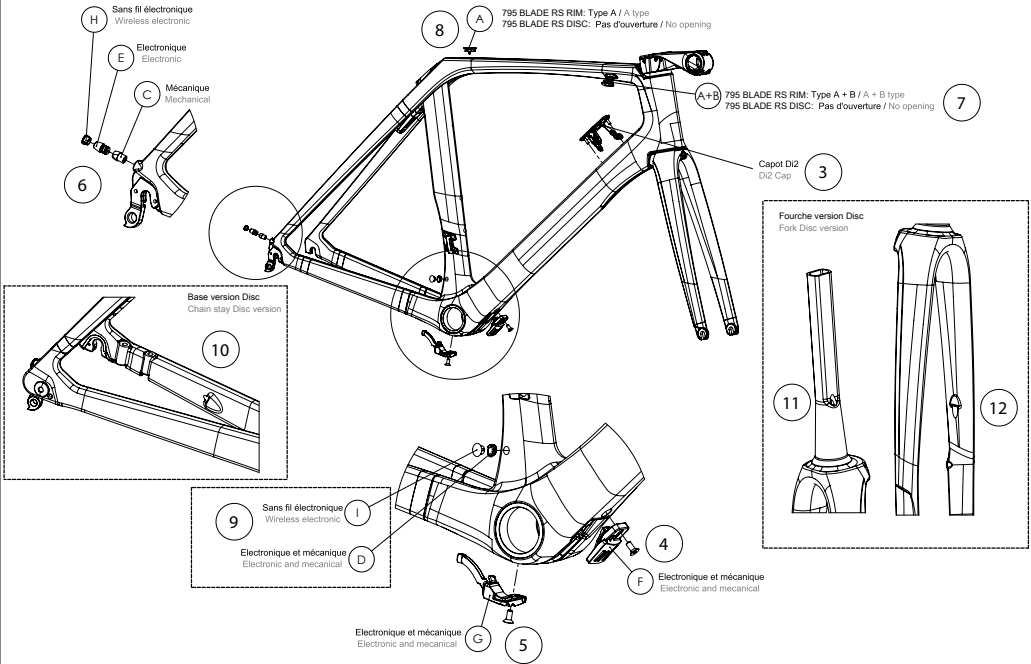

Abb. 1
2 / Nehmen Sie zwei 110 cm lange Hüllen für Schaltzüge und führen Sie sie eine Außenhülle in die Öffnung 2 (Abb. 1) und die andere in die Öffnung 1 (Abb. 2). Ziehen Sie Ihre Außenhüllen durch die Öffnung 4 heraus (Abb. 1). Setzen Sie auf der Tretlagerseite ein Hüllendstück auf das Ende jeder Außenhülle.
3 / Nehmen Sie zwei 110 cm lange Außenhüllen für Schaltzüge und führen Sie die Außenhülle für das vordere Schaltwerk durch die Öffnung 2 (Abb. 2) und die Außenhülle für das hintere Schaltwerk durch Öffnung 1 (Abb. 2). Führen Sie die Außenhüllen entsprechend Ihrer Konfiguration durch die Trägerplatte (Abb. 3-4-5-5-6). Ziehen Sie Ihre Außenhüllen durch die Öffnung 4 heraus (Abb. 1). Die beiden Schaumstoffhüllen (lange Schaumstoffhülle) ca. 7 cm auf das Endstück jeder der Außenhüllen für die Schaltwerke, die aus Ausgangsöffnung 4 kommen, aufsetzen und mit Klebeband befestigen.
7 / Wenn Sie Ihr Fahrrad in hydraulischer Konfiguration fahren, dann föhren Sie den vorderen Bremsschlauch durch die Öffnung 2 (Abb. 2) und dann durch den Einlass 11 (Abb. 1) und nehmen ihn schließlich am Abzweig 12 heraus (Abb. 1). Wenn der Bremssattel mit seinem Schlauch schon durchgeföhrt ist, dann durch das Loch am Abzweig 12 (Abb. 1) föhren und durch die Öffnung des Gabelzapfens 11 (Abb. 1) und dann durch den Einlass 2 (Abb. 2) ziehen. Wichtig : Vor den folgenden Schritten müssen Sie den ADH2 Lenker (empfohlen) oder einen anderen Lenker mit einem Durchmesser von 31,8 mm und dem AERO DESIGN STEM Vorbau (ADS) montieren. Lesen Sie die zugehörigen Hinweise.
8 / Platzieren Sie den Schaltzug für das hintere Schaltwerk hinter dem Schaltgriff und ziehen Sie ihn durch die Öffnung 6 heraus (Abb. 1) Schieben Sie den Anschlag (C) und die Ummantelung um den Zug.
9 / Schneiden Sie die Ummantelung an der Ausgangsöffnung 9 (Abb. 1) auf ca. 5 cm zu.
10 / Platzieren Sie den Schaltzug für das vordere Schaltwerk hinter dem Schaltgriff und ziehen Sie es durch die Ausgangsöffnung 9 heraus (Abb. 1). Installieren Sie dann die Ummantelungsföhrung / das winklige Führungsstück (D).
(Abb. 1) und nehmen ihn schließlich am Abzweig 12 heraus (Abb. 1). Wenn der Bremssattel mit seinem Schlauch schon durchgeführt ist, dann durch das Loch am Abzweig 12 (Abb. 1) führen und durch die Öffnung des Gabelzapfens 11 (Abb. 1) und dann durch den Einlass 2 (Abb. 2) ziehen.
8 / Setzen Sie die Durchgangsstülpe (E) in Öffnung 6 (Abb. 1) ein.